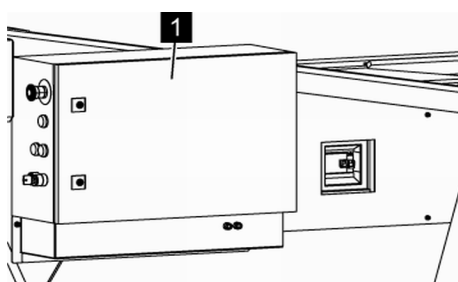

Fig. 172: Ouvrir la porte du boîtier de commande
2. ➔ Ouvrir la porte du boîtier de commande (Voir la Fig. 172/1) avec la clé à double panneton fournie (☞ Chapitre 4.7.1 « Clés » à la page 70).
4. ➔ Fermer la porte du boîtier de commande (Voir la Fig. 172/1) et la verrouiller avec la clé à double panneton.